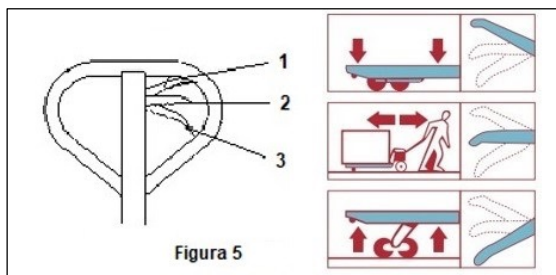

Figura 5
- Posicionar a alavanca de comando na posição (3) (Figura 5).
- Ao colocar a alavanca de comando na posição (1) (Figura 5), as forquilhas do porta-paletes abaixam.
- Ao colocar a alavanca de comando na posição neutra (2) (Figura 5) as forquilhas não funcionam.
- Ao colocar a alavanca de comando na posição (3) (Figura 5) e ao bombear com a pega, o corpo do porta-paletes eleva-se.